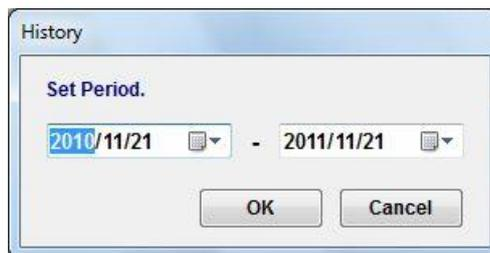

図 9.5 Period Setting Dialog
9. [Period] ボタンをクリックすると “Period Setting Dialog”が表示されます。(図.9-5)